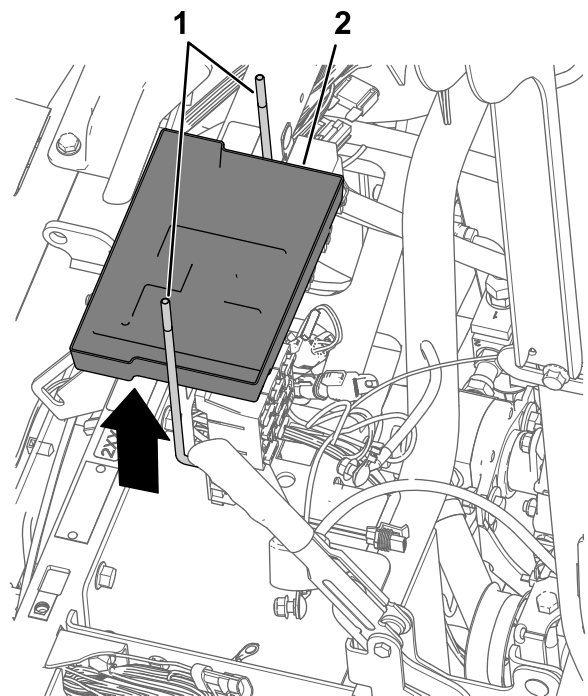

Figure 170
5. Retirez les 2 boulons en J et le socle de la batterie au support de batterie (Figure 170).